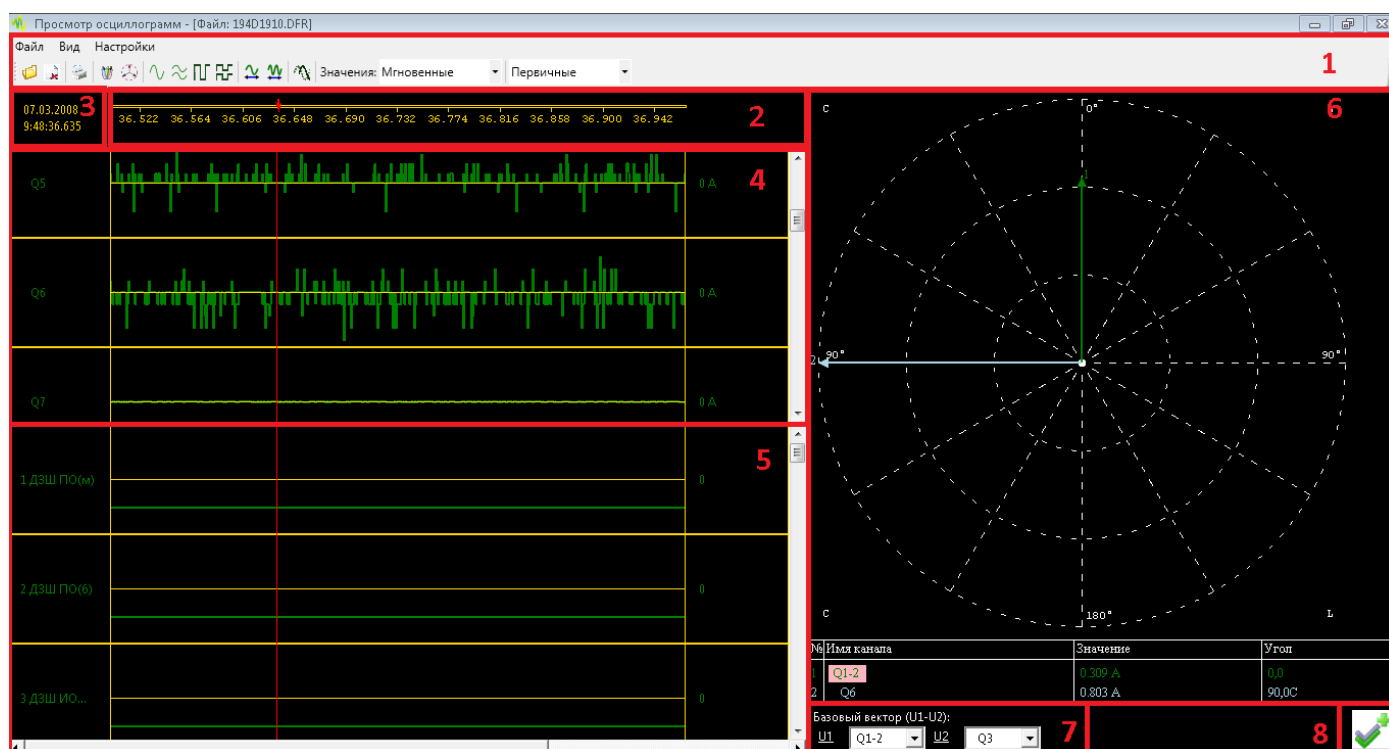

Рисунок 1 – Окно приложения **Просмотр осциллограмм**
Окно приложения **Просмотр осциллограмм** (рисунок 1) содержит:
- главное меню и панель инструментов (рисунок 1, поз. 1). Содержит команды задания настроек просмотра и анализа файлов осциллограмм;
- шкала времени (рисунок 1, поз. 2). Содержит метку времени на видимом участке осциллограммы (значения секунд и миллисекунд);
- метка времени (рисунок 1, поз. 3). Отображает полную метку времени, соответствующую текущей позиции курсора на графике осциллограмм;
- область размещения аналоговых сигналов (рисунок 1, поз. 4);
- область размещения дискретных сигналов (рисунок 1, поз. 5);
- область отображения векторной диаграммы (рисунок 1, поз. 6). Векторная диаграмма по умолчанию скрыта и отображается в правой части окна приложения по нажатию на соответствующую кнопку на панели управления либо при выборе соответствующего пункта меню приложения;
- компоненты базового вектора, используемого для построения диаграммы (рисунок 1, поз. 7). Базовый вектор задается как разность векторов двух аналоговых сигналов, задаваемых двумя выпадающими списками в нижней части векторной диаграммы;
- кнопка выбора компонентов векторной диаграммы (рисунок 1, поз. 8).